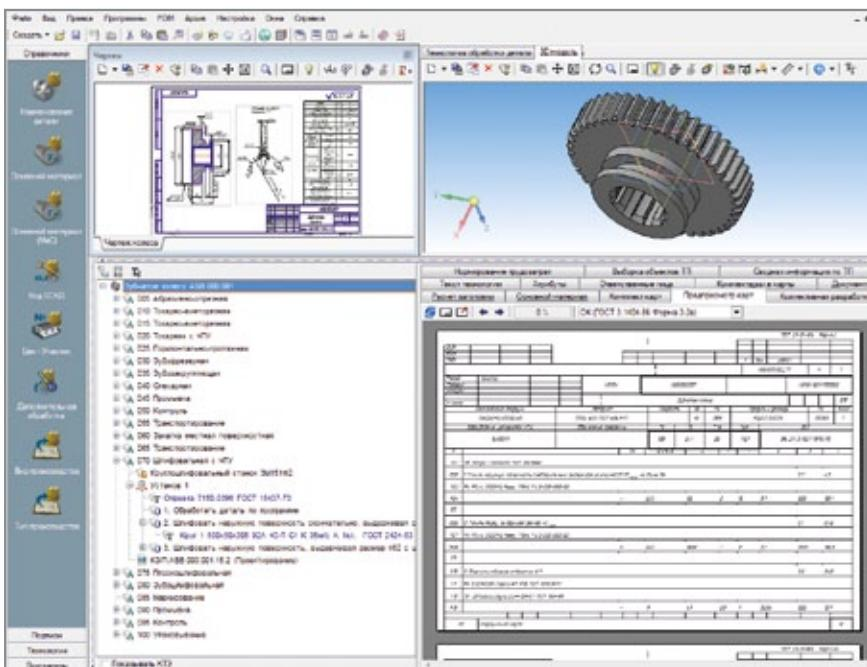

Рис. 3. Технологический процесс в САПР ТП ВЕРТИКАЛЬ
**ВЕРТИКАЛЬ** позволяет разрабатывать единичные, типовые и групповые технологические процессы на различные виды производства с любой степенью детализации в удобной для технолога интегрированной среде (рис. 3). Какие же средства системы позволяют говорить о ней, как о части общей цепочки проектирования и эффективного механизма взаимодействия?